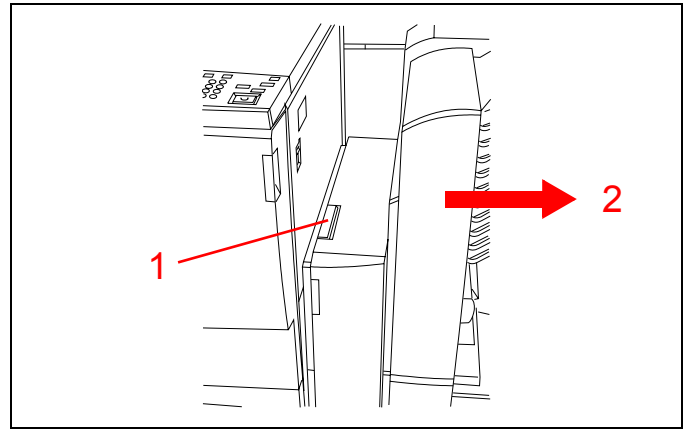

Figure 15
1. Figure 15. Actionnez le bouton de déverrouillage de la trieuse.